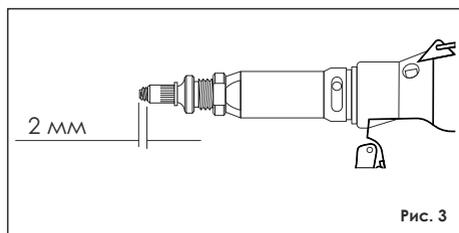

Рис. 3
Завинтите корпус наконечника (3), замените и установите наконечник (1) в точном положении в соответствии с выходом стержня (около 1 витка резьбы – 2 мм) (Рис. 3), затем закрепите контргайкой.